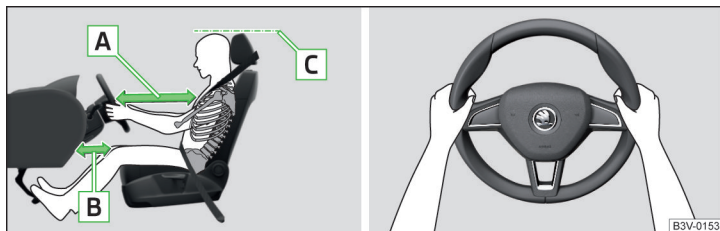

Fig. 2 Posición de asiento correcta del conductor / Posición correcta del volante
- ✓ Ajuste el asiento del conductor longitudinalmente de forma que la distancia de las piernas hasta el tablero de instrumentos en la zona del airbag de rodillas sea al menos de 10 cm » **fig. 2 - [B].**
- ✓ Ajustar el volante de tal modo, que la distancia entre el volante y el estérnon sea, como mínimo, 25 cm » **fig. 2 - [A].**
- ✓ Ajuste el reposacabezas de tal modo que el borde superior del mismo se encuentre a ser posible a la misma altura que la parte superior de su cabeza (no es válido para los asientos con reposacabezas integrado) » **fig. 2 - [C].**
- Durante la conducción, sujete el volante con ambas manos por el borde exterior de los lados en las posiciones de las "9" y "3" horas » **fig. 2.** No sujete nunca el volante en la posición de las "12 horas" o de cualquier otro modo (p. ej., en el centro, en el borde interior del volante, etc.). De lo contrario puede generarse lesiones graves en los brazos, manos y la cabeza cuando se activa el airbag.
- ✓ Ajuste el reposacabezas de tal modo que el borde superior del mismo se encuentre a ser posible a la misma altura que la parte superior de su cabeza » fig. 2 de la pág. 13 - **[C]** (no es válido para los asientos con reposacabezas integrado).
- ✓ Ajustar el reposacabezas de tal modo, que el borde superior del mismo se encuentre de ser posible a la misma altura que la parte superior de la cabeza » fig. 2 de la pág. 13 - **[C]**.